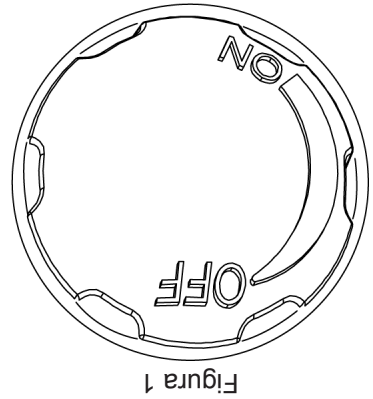

Figura 1
1. Asegúrese de que el regulador y la válvula de control estén a la posición "OFF" (apagado con cierre puesto), vea la Figura 1.
1. Asegúrese de conectar adecuadamente la válvula de control al quemador, vea la Figura 1.
2. Asegúrese de que la perilla de control está en la posición "OFF" (apagado), vea la Figura 1.